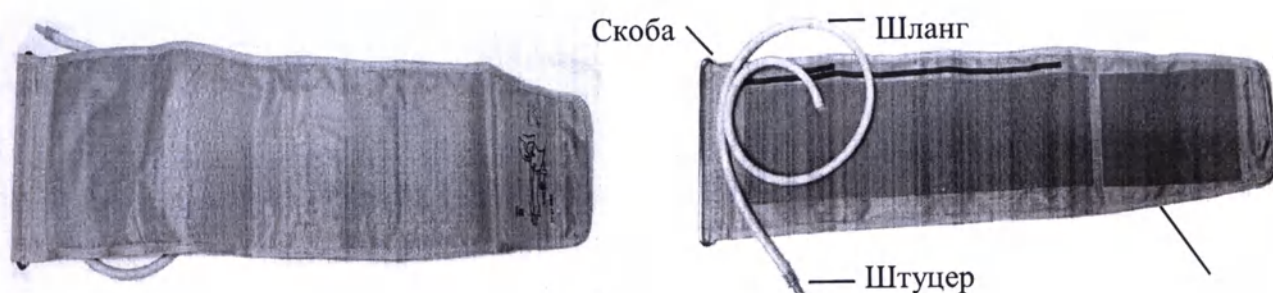

Рисунок 15.3.
1.2.2.3. Манжета универсальная на плечо (Рисунок 15.3) состоит из пневмокамеры, соединенной с шлангом, рукава и металлической скобы.